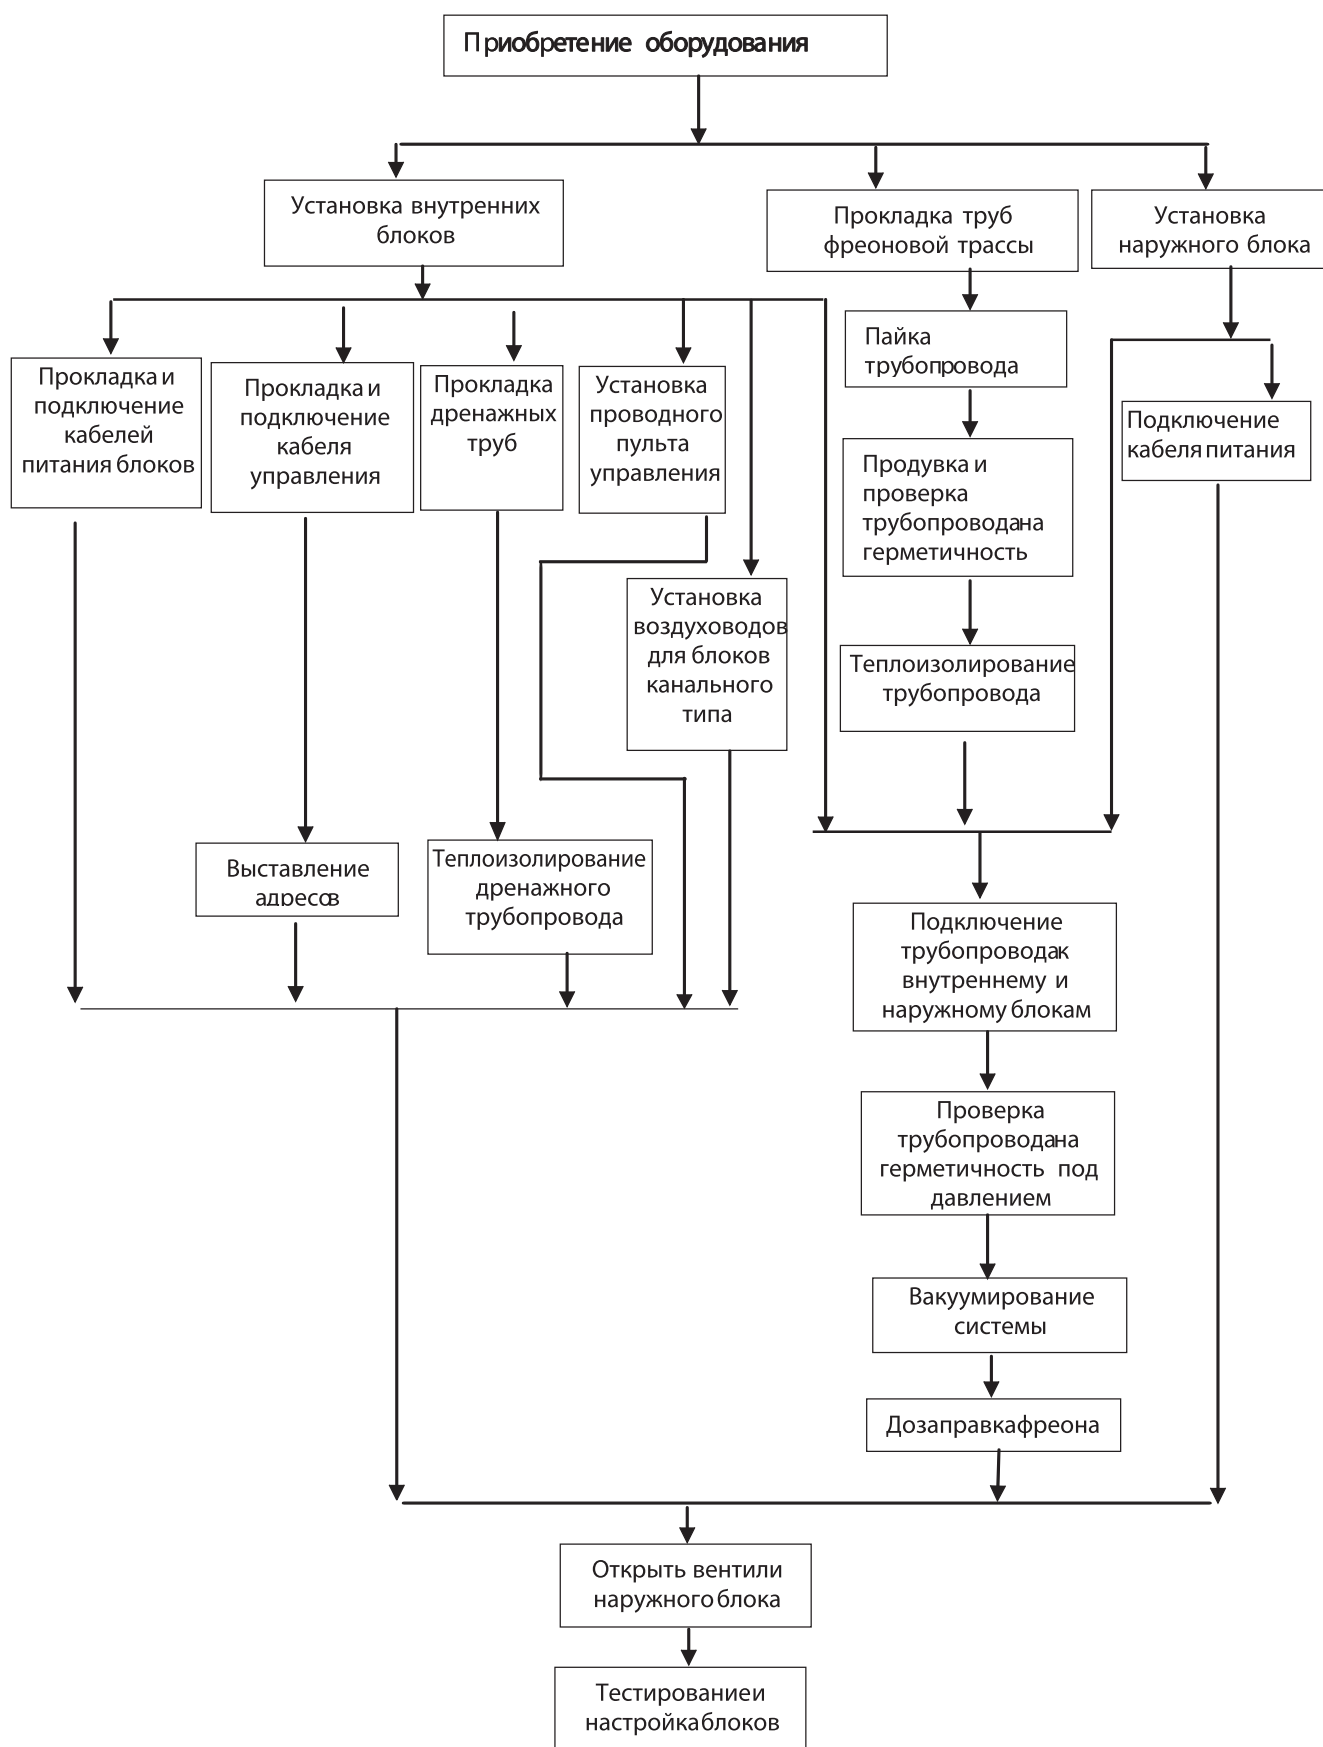

Рис.6.1 Блок-схема монтажа системы
6.1.2 Порядок монтажа в соответствии с блок-схемой рис.6.1